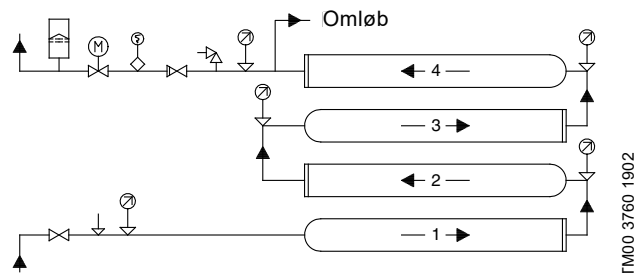

Fig. 6 Trykforøgeranlæg med fire serieforbundne moduler, monteret over hinanden
- For serieforbundne moduler der er monteret over hinanden, anbefaler vi at tilslutte rørene som vist i fig. 6.
Symboler brugt i fig. 6 til 9:
1. Luk afspæringsventilen på afgangssiden af modul 1 (fig. 6 til 9) til ca. 1/3 af det maksimale flow.